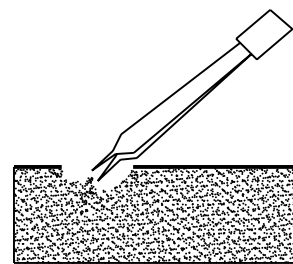

Figura 10: Coagulación bipolar
- Coagulación bipolar – Una técnica donde la corriente fluye entre dos electrodos colocados cerca uno del otro como se ve en la figura 10. No se usa una placa dispersiva de paciente.